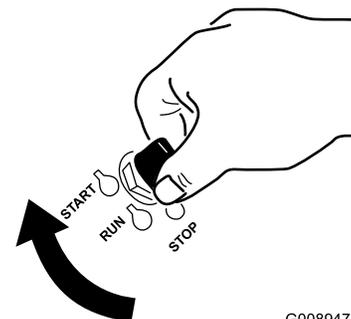

Figure 13
1. Tournez la clé de contact à la position de démarrage (Figure 13). Relâchez la clé quand le moteur démarre.